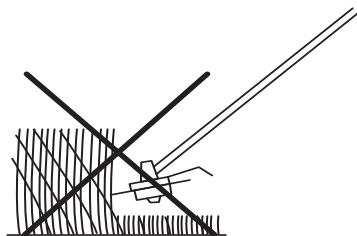
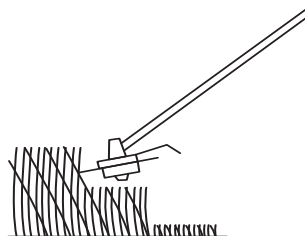

Fig. 14c
Fig. 14d
- > Gardez l'accessoire de coupe propre en enlevant au fur et à mesure les résidus végétaux qui pourraient le bloquer. Examinez régulièrement l'appareil. Coupez le moteur, mettez le bouton marche/arrêt (12b) sur "STOP" et enlevez le connecteur de la bougie (2), puis procédez à la vérification.
- > N'essayez pas de couper les herbes hautes d'un seul coup: procédez toujours par étapes (fig. 14c). Une coupe par étapes donne de meilleurs résultats (fig. 14d).